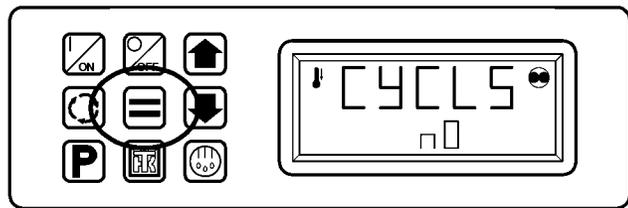

Figure 168: Pressione a tecla ENTER
- Quando a opção desejada é mostrada, pressione a tecla ENTER (Figure 168) para carregar a configuração. A tela irá mostrar brevemente [Lod] e a nova seleção reaparecerá brevemente na tela.